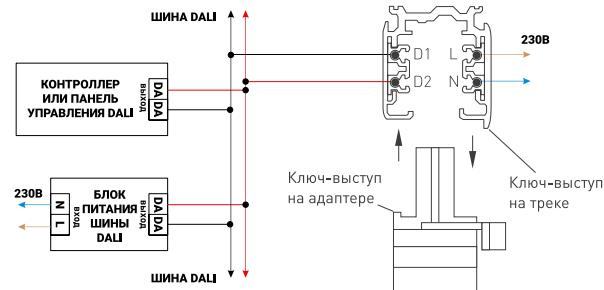

Рис. 2. Схема подключения светильников с управлением DALI
- На коннекторе питания открутите винт и снимите крышку. Соберите схему подключения согласно рис. 2. Используйте 5-жильный кабель. Обязательно подключите защитное заземление к клемме GND.